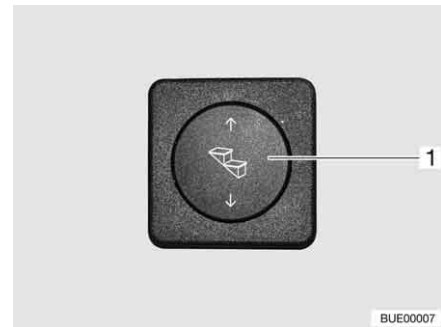

Bild 13 Manöverknapp fotsteg
- Tryck nedtill på vippknappen (Bild 13,1) och håll den intryckt (minst 3 sekunder) tills fotsteget har körts ut helt.
- Tryck upptill på vippknappen (Bild 13,1) tills fotsteget har körts in helt.